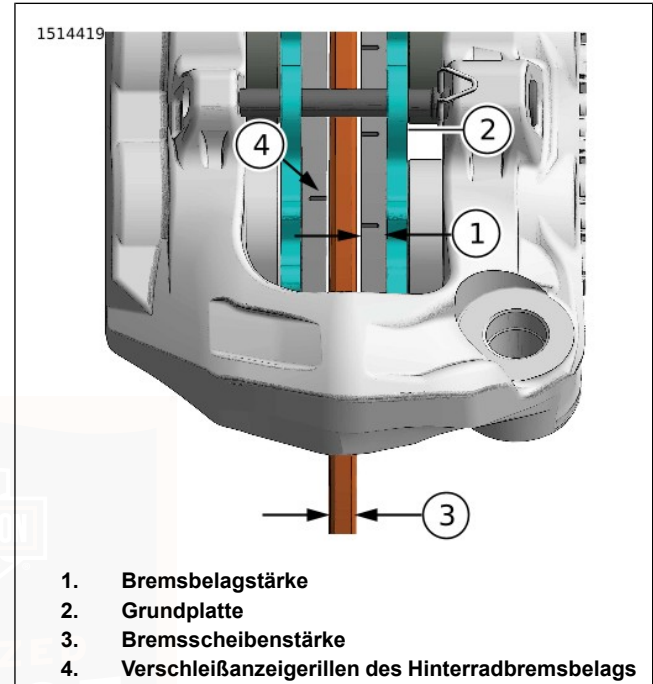

Abbildung 58. Bremsstärke
2. Siehe Abbildung 58. Die Dicke des Reibbelagsmaterials im Bremsbelag messen.